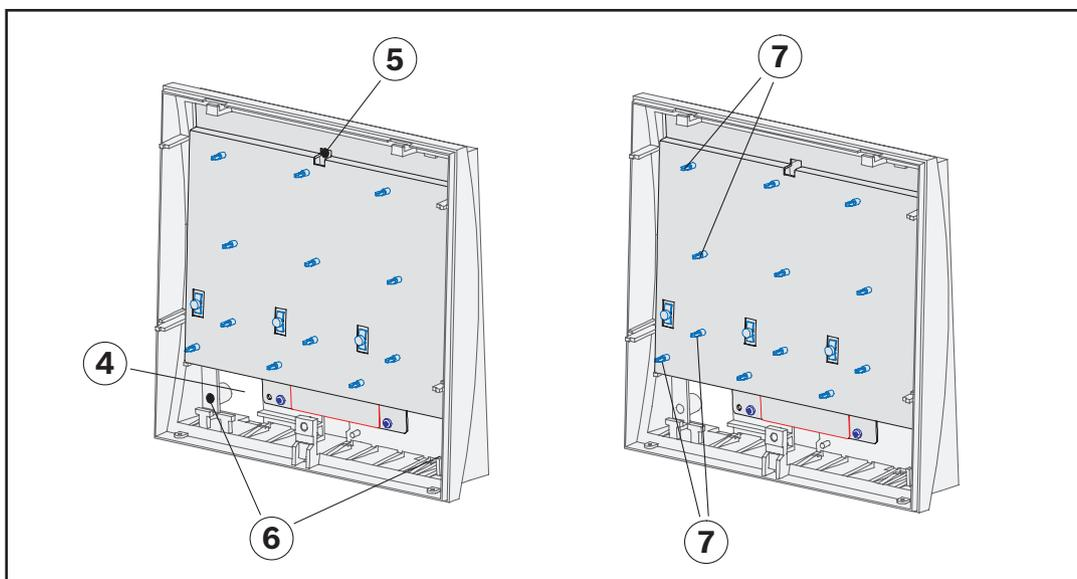

Figura 4.4: Montagem da caixa BAT 100 LSN e fixação do ATG
5. Insira o cabo de trás até à parte inferior da caixa (ver *Figura 4.4 (4)*). Pendure a parte inferior da caixa no parafuso superior e alinhe (5). Insira os dois parafusos inferiores (6) e aperte o parafuso superior.
6. Prenda o ATG aos espaçadores do BAT 100 LSN (prenda sempre da esquerda para a direita) junto do ATG pré-montado. *Figura 4.4* mostra os espaçadores para o primeiro ATG (7).